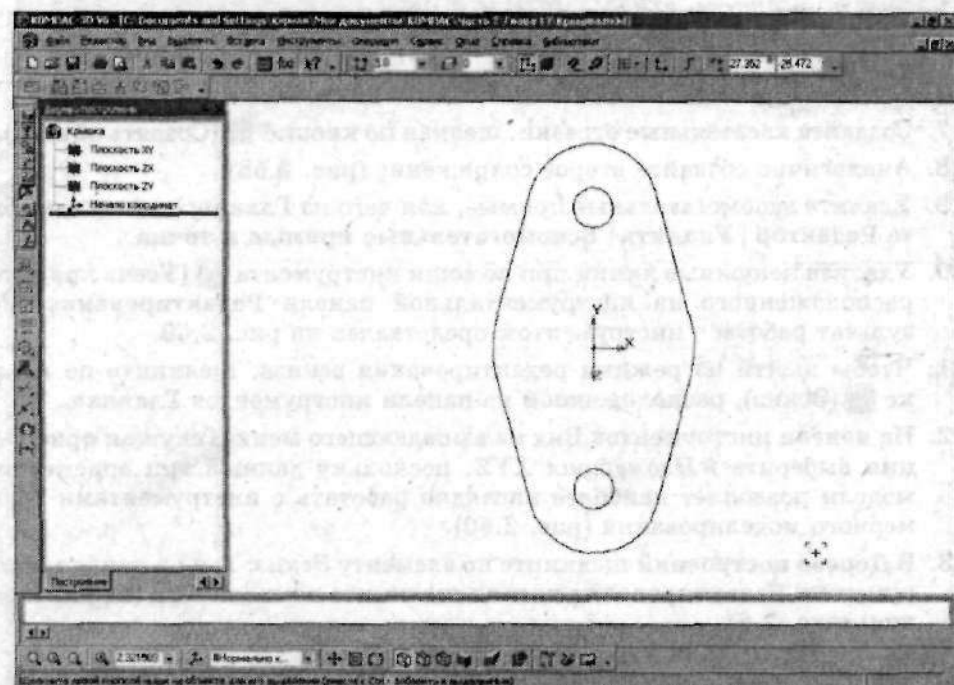

Рис. 2.59. Результат работы с инструментом Усечь кривую
20. Удалите ненужные линии при помощи инструмента  (Усечь кривую), расположенного на инструментальной панели Редактирование. Результат работы с инструментом представлен на рис. 2.59.